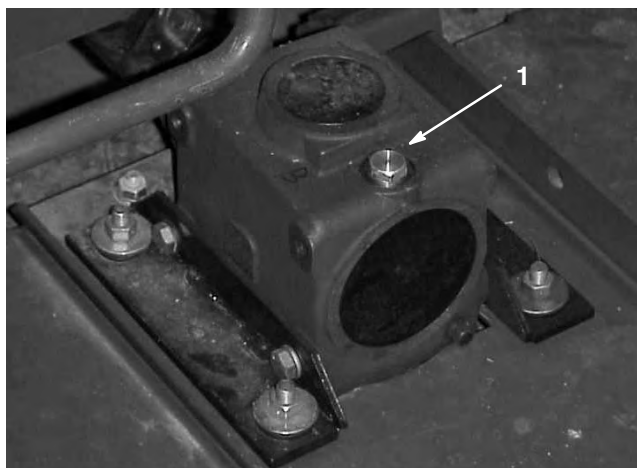

Bild 9
2. Nehmen Sie den Peilstab bzw. die Füllschraube oben vom Getriebe ab (Bild 9) und stellen Sie sicher, dass der Schmiermittelstand zwischen den Marken am Peilstab liegt. Wenn der Schmiermittelstand niedrig ist, füllen Sie Schmiermittel ein, bis der Stand zwischen den Marken liegt.